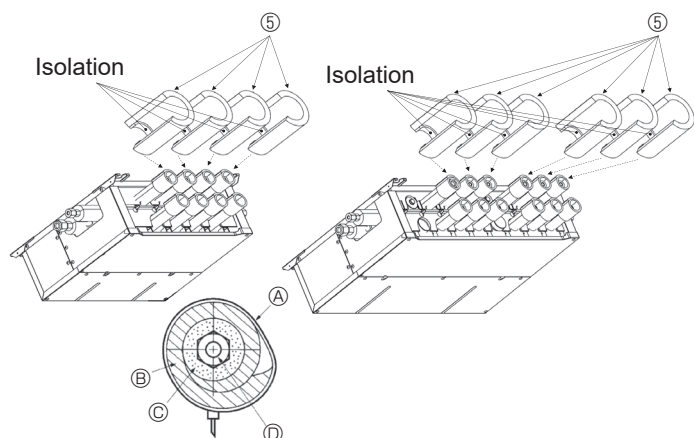

Fig. 6-6
- (7) Enroulez les fourrures de tuyaux (gaz) fournies ⑤ en enfonçant leur isolant intérieur dans le Boîtier de dérivation. Serrez les rubans ⑨ pour fixer les fourrures à 10 - 20 mm des deux côtés. (Fig. 6-6)